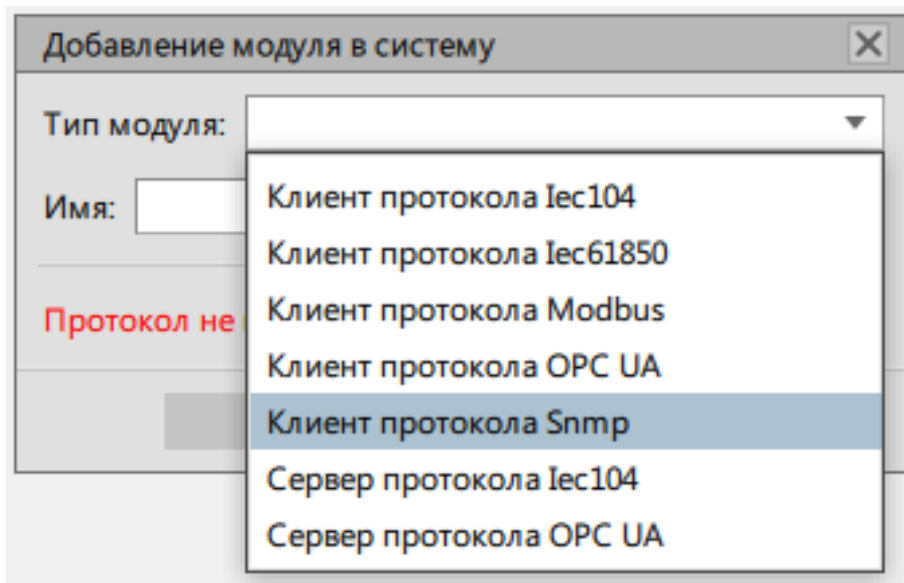

Рисунок 240 - Клиент протокола Snmp
- Выберите модуль **Клиент протокола Snmp** и нажмите **ОК** (Рисунок 240).